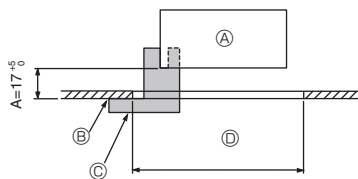

Fig. 9-2
9.2. Preparación para conectar la rejilla (Fig. 9-2)